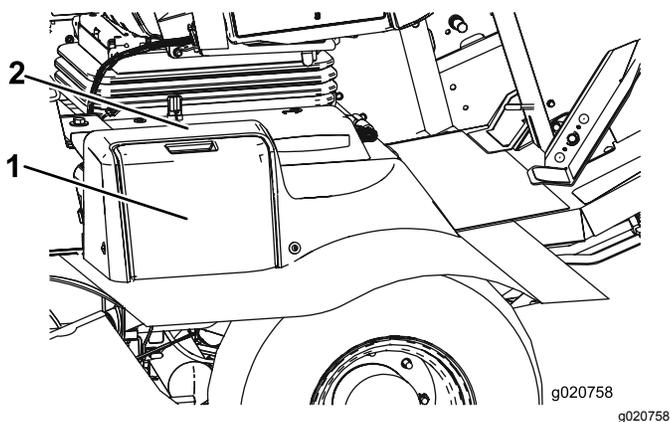

Figura 83
1. Aprite il coperchio della batteria sul lato della copertura (Figura 83).
**Nota:** Premete sulla superficie piatta sopra il coperchio della batteria per facilitare la rimozione del coperchio (Figura 83).